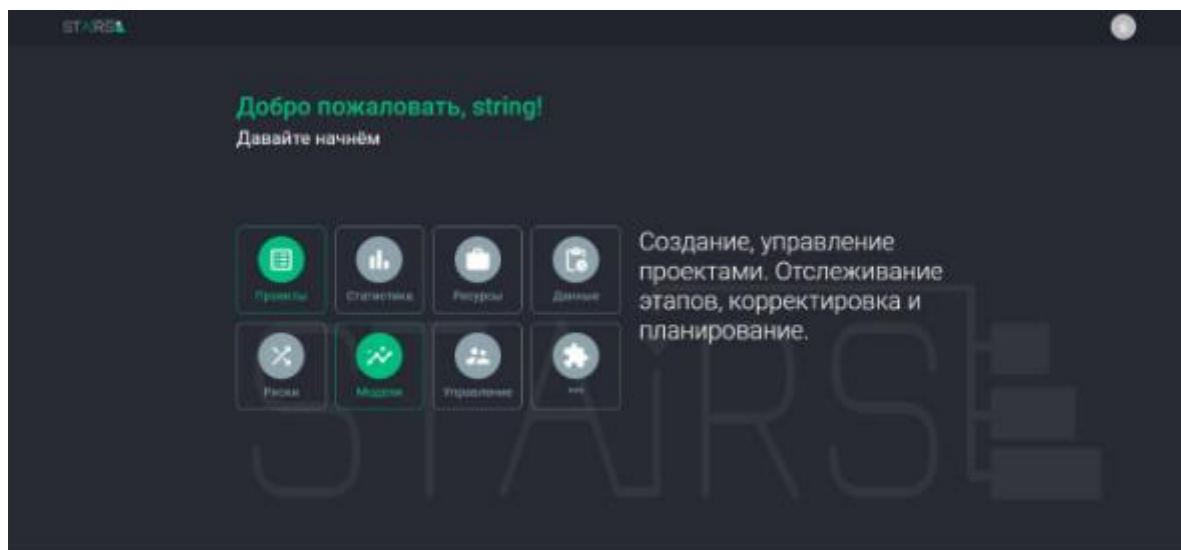

Рисунок 2 – Главная страница системы STAIRS
- в. После прохождения авторизации пользователь попадает на главную страницу, которая предлагает выбор между открытием страницы работы с проектами, просмотром страницы визуализации моделей байесовских сетей или доступом к другим функциям программы (рисунок 2).